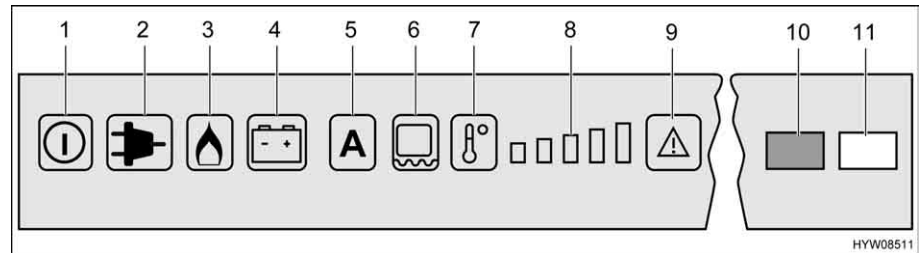

Bild 229 Bedienelemente für den Kühlschrank (Dometic RMD)
Wenn der Betriebsmodus "AES" eingestellt ist, **keine** 230-V-Versorgung angeschlossen und der Fahrzeugmotor **ausgeschaltet** ist, wählt das AES die Gasversorgung. Beim Anwählen des Gasbetriebs wird die Zündsicherung automatisch geöffnet, so dass Gas zum Brenner strömen kann. Gleichzeitig wird der elektronische Zünder eingeschaltet. Erlischt die Gasflamme, z. B. durch einen Luftzug, wird der Zünder sofort aktiviert und zündet das Gas wieder an. Bei Störung im Gasbetrieb blinken die Leuchttasten "Gas" (Bild 229,3) und "Störung" (Bild 229,9). Die Kontroll-Leuchte "Störung" (Bild 229,10) leuchtet und es ertönt 20 Sekunden lang ein akustischer Alarm.
Nach dem Einschalten wählt der Kühlschrank automatisch die mittlere Thermostateinstellung. Diese Einstellung kann manuell mit der Taste Temperaturstufenauswahl (Bild 229,7) nachgeregelt werden. Die Kontroll-Leuchten (Bild 229,8) zeigen die gewählte Thermostateinstellung an. Mit der Taste Temperaturstufenauswahl wird die Kühltemperatur für alle drei Energiearten eingestellt. Es dauert einige Stunden, bis der Kühlschrank die normale Betriebstemperatur erreicht hat. Beim Umschalten der Betriebsart wird die Thermostateinstellung beibehalten. Die Kühltemperatur wird unabhängig von der Energieart beibehalten.
- Rahmenheizung für eine Dauer von 2 Stunden einschalten: Taste (Bild 229,6) einmal drücken. Ein Balken der Temperaturstufenanzeige (Bild 229,8) leuchtet.
- Rahmenheizung für eine Dauer von 5 Stunden einschalten: Taste (Bild 229,6) zweimal drücken. Zwei Balken der Temperaturstufenanzeige (Bild 229,8) leuchten.
- Rahmenheizung auf Dauerbetrieb stellen: Taste (Bild 229,6) dreimal drücken. Drei Balken der Temperaturstufenanzeige (Bild 229,8) leuchten.
Die Temperaturstufenanzeige (Bild 229,8) zeigt einige Sekunden lang die Betriebsdauer der Rahmenheizung an.
Bei hohen Außentemperaturen und hoher Luftfeuchtigkeit kann es zur Wassertropfenbildung am Metallrahmen des Frosterfachs kommen. Deshalb ist der Kühlschrank mit einer Rahmenheizung für das Frosterfach ausgestattet. Bei hohen Temperaturen und hoher Luftfeuchtigkeit die Rahmenheizung über die Taste (Bild 229,6) einschalten. So lässt sich Korrosion vermeiden. Wenn die Rahmenheizung eingeschaltet ist, leuchtet die Leuchttaste (Bild 229,6).
- Taste Ein/Aus (Bild 229,1) etwa 2 Sekunden lang drücken. Der Kühlschrank schaltet sich ein, die zuletzt eingestellte Energieart oder "AES" wird angezeigt.
- Kühltemperatur mit Taste Temperaturstufenauswahl (Bild 229,7) einstellen. Die Kontroll-Leuchten (Bild 229,8) zeigen die gewählte Thermostateinstellung.
- Taste Ein/Aus (Bild 229,1) etwa 2 Sekunden lang drücken. Der Kühlschrank schaltet sich aus, keine Anzeigen leuchten mehr.